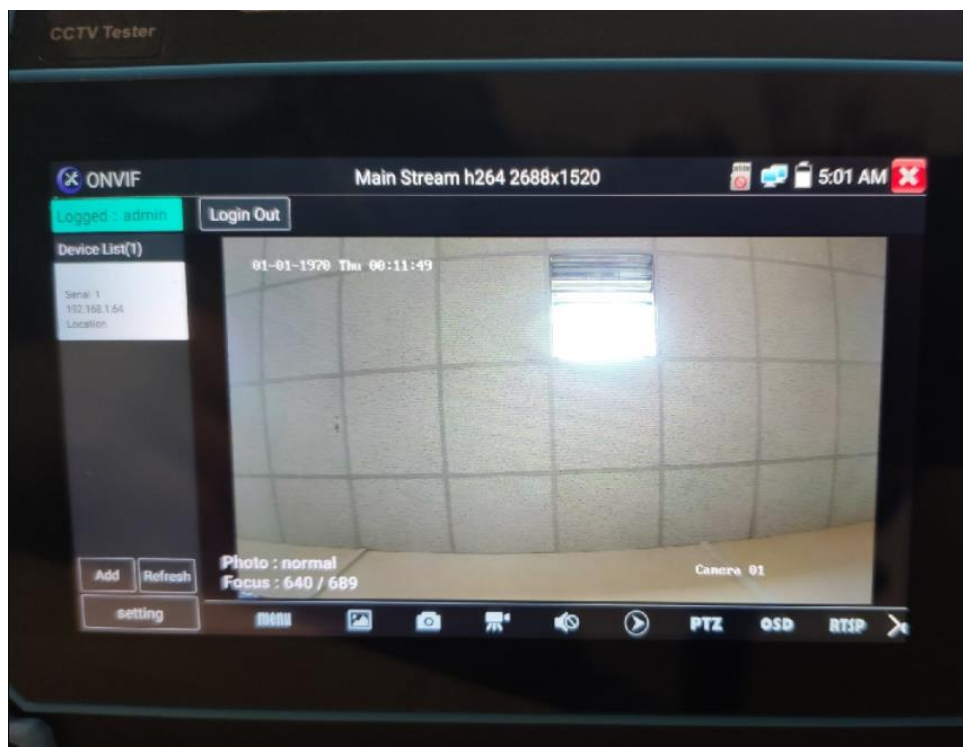

Рис. 16 Пример успешного подключения IP-видеоканеры к тестеру через ONVIF
3. Нажмите на устройство, появившееся в списке слева. Должно появиться изображение (рис. 16)